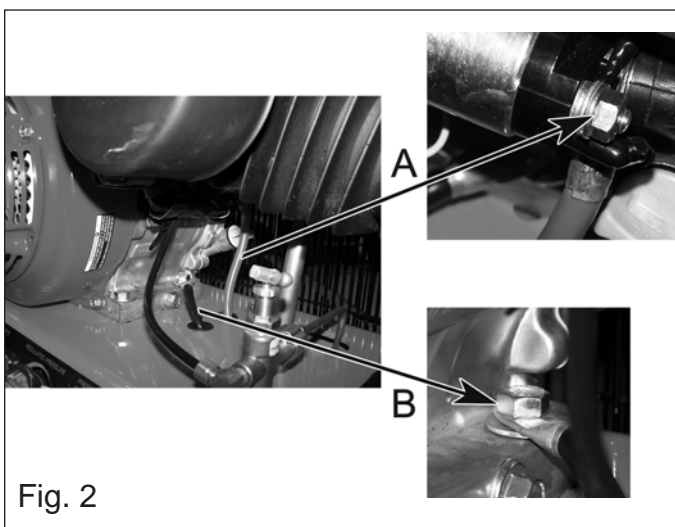
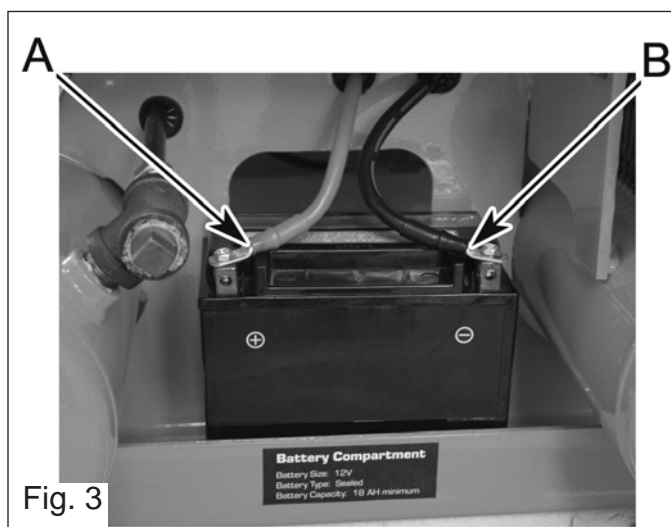

Fig. 2
Fig. 3
- e. Les roues sont démontées. Enlevez les 2 roues du carton. Enlevez une des goupilles d'accroc (A). Retirez l'axe (B). Mettez la première roue (C) sur l'axe, poussez l'axe à travers. Mettez l'entretoise (D) sur l'axe, poussez l'axe à travers et mettez alors la deuxième roue (E) sur l'axe. Poussez l'axe dedans jusqu'à ce qu'il frappe l'autre goupille d'accroc. Remplacez la goupille d'accroc (A) (voir l'Fig. 2).
- e. Las ruedas están desmontadas. Quite las 2 ruedas del cartón. Quite uno de los pernos del tirón (A). Saque el árbol (B). Ponga la primera rueda (C) sobre el árbol, empuje el árbol a través. Ponga el espaciador (D) sobre el árbol, empuje el árbol a través y después ponga la segunda rueda (E) sobre el árbol. Empuje el árbol hacia adentro hasta que golpee el otro perno del tirón. Substituya el perno del tirón (A) (véase Fig. 2).
1. Connect the battery positive (+) cable (A) to the starter solenoid terminal (Fig. 2).
2. Connect the battery negative (-) cable (B) to the bolt shown in the following illustration (Fig. 2).
5. Connect the battery positive (+) cable (A) to the battery positive terminal (Fig. 3).
6. Connect the battery negative (-) cable (B) to the battery negative terminal (Fig. 3).
1. Connecter le câble (A) positif (+) de la batterie à la borne du solénoïde de démarreur (Fig. 2).
2. Connecter le câble (B) négatif (-) de la batterie au boulon indiqué dans l'illustration suivante (Fig. 2).
5. Connecter le câble (A) positif (+) de la batterie à la borne positive (+) de la batterie (Fig 3).
6. Connecter le câble négatif (-) de la batterie à la borne négative (-) de la batterie (Fig 3).
1. Conecte el cable positivo (+) de la batería (A) al terminal solenoide del arrancador (Fig. 2).
2. Conecte el cable negativo (-) de la batería (B) al perno que se muestra en la siguiente ilustración (Fig. 2).
5. Conecte el cable positivo (+) de la batería (A) al terminal positivo (+) de la batería.
6. Conecte el cable negativo (-) de la batería al terminal negativo (-) de la batería (Fig. 3).